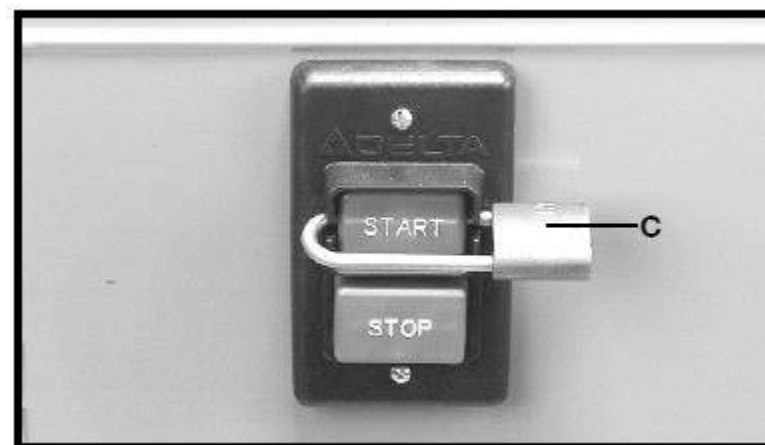

Рис. 15
**ВАЖНО.** Если станок не используется, выключатель должен быть заперт в отключённом положении для предотвращения несанкционированного включения с помощью висячего замка (C), рис. 15 с дужкой диаметром стержня 4,8 мм.